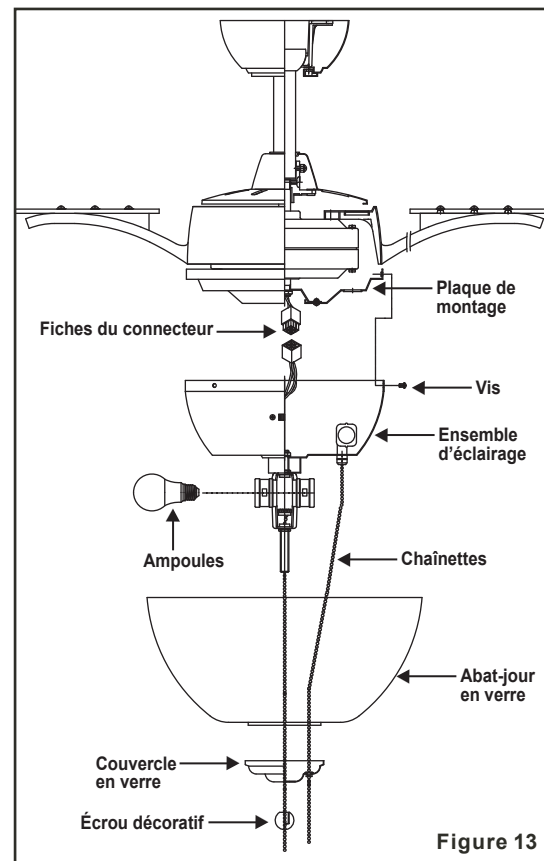

Figure 13
2. Repoussez délicatement tous les fils dans le boîtier de l'interrupteur, puis installez l'ensemble d'éclairage sur la plaque de fixation à l'aide des quatre vis fournies. Serrez bien toutes les vis. (Fig. 13)
5. Remontez l'abat-jour sur l'ensemble d'éclairage et fixez avec le couvercle en verre et l'écrou décoratif. (Fig. 13)